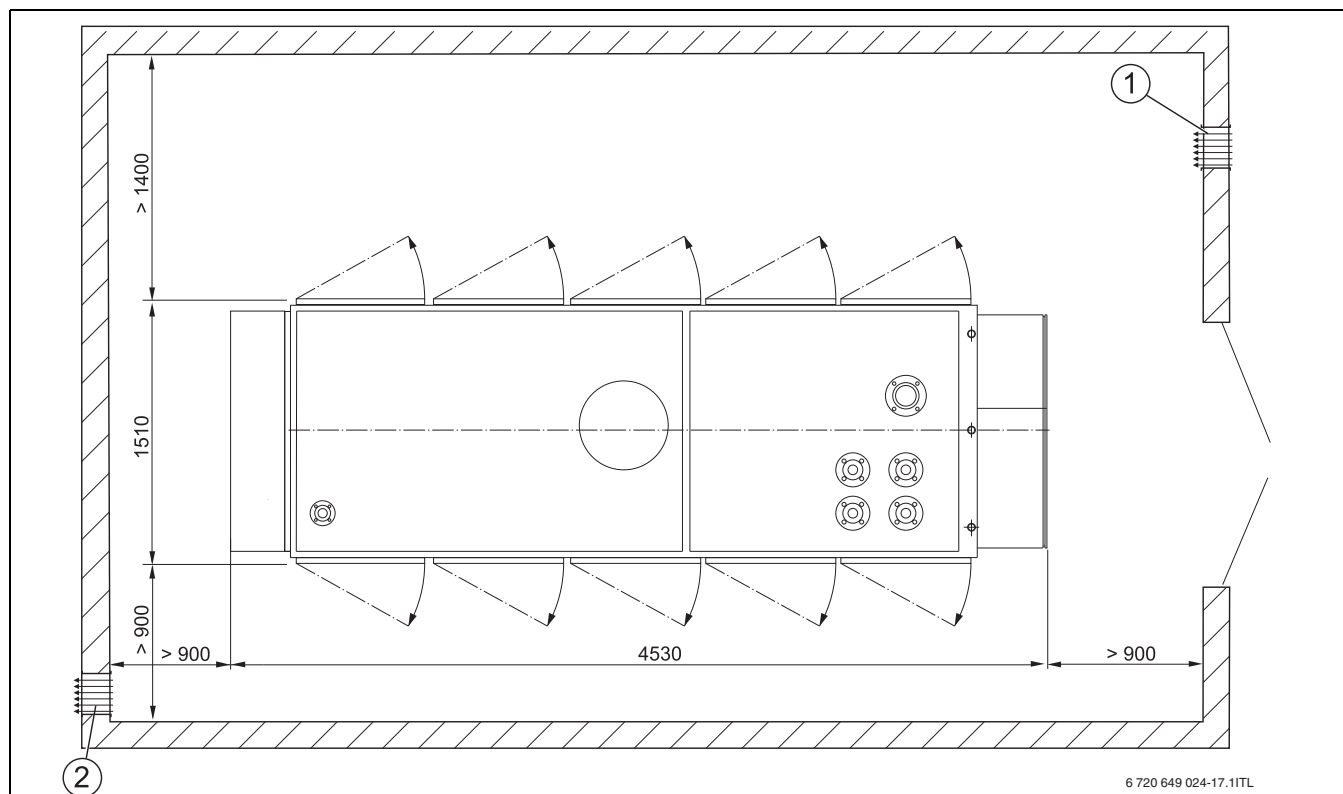

Рис. 13 Минимальные расстояния для блок-ТЭС (размеры в мм)
► обеспечьте свободное пространство вокруг блок-ТЭС (→ рис. 13).